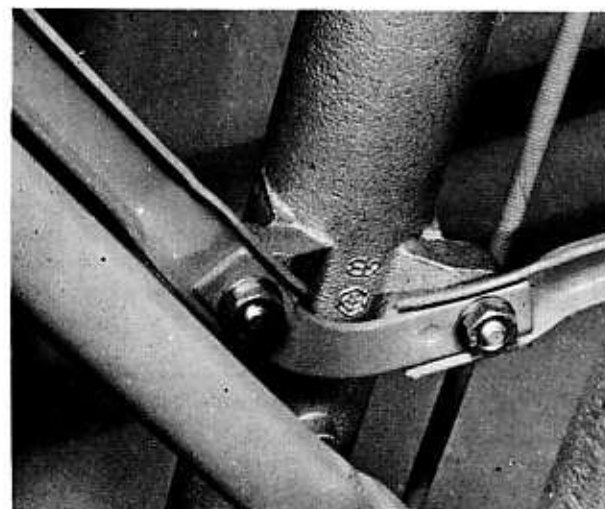

Bild 111
- Den Bremszug und die Antriebswelle vom Vorderrad lösen. Die Radmuttern an beiden Seiten lockern und das Rad nach unten ausbauen. Es ist empfehlenswert, wenn auch nicht unbedingt nötig, jetzt das Schutzblech auszubauen, damit die Lackierung nicht beschädigt wird. Es ist mit je zwei Muttern und Schrauben an jedem Gabelgleitrohr befestigt (Bild 111).